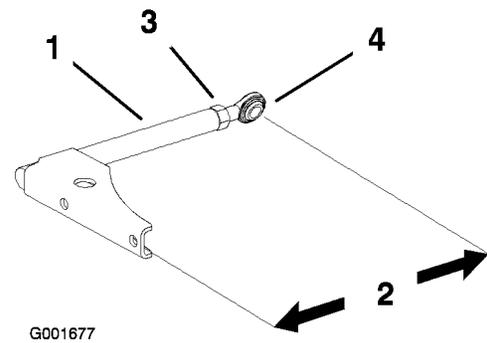

Figura 52
1. Afloje la contratuerca y gire la articulación esférica en el sentido contrario a las agujas del reloj, una vuelta cada vez (Figura 52).
2. Ajuste cada lado en la misma cantidad. Cada brazo de empuje debe tener una longitud nominal de 34 cm con un giro de 15 grados (Figura 52).